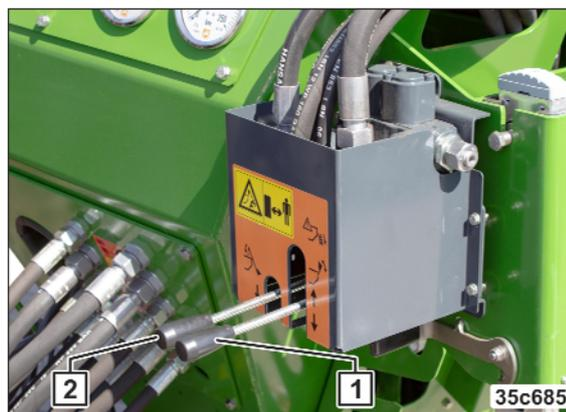

Fig. 247
9. Actionner le distributeur (Fig. 247/2).